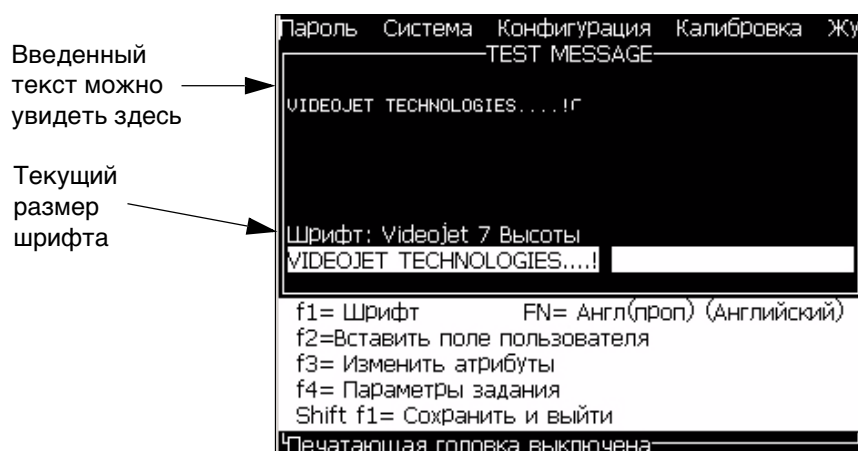

Рисунок 5-5: Создание нового сообщения
- 4 Нажмите кнопку **Enter** (ввод). Появится окно **"Message Editor"** (редактор сообщений) (смотрите Рисунок 5-5 на странице 5-22).